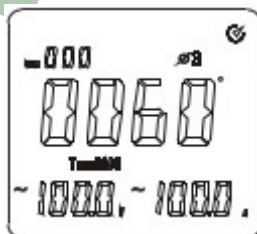

Figura 11-3
• Como muestra la figura 11-3, presione la tecla “SELECT” para elegir la segunda fase ($\phi 3$) de un sistema trifásico de 4 cables. También puede mostrar la potencia aparente, tensión y corriente de la fase 3 ($\phi 3$).